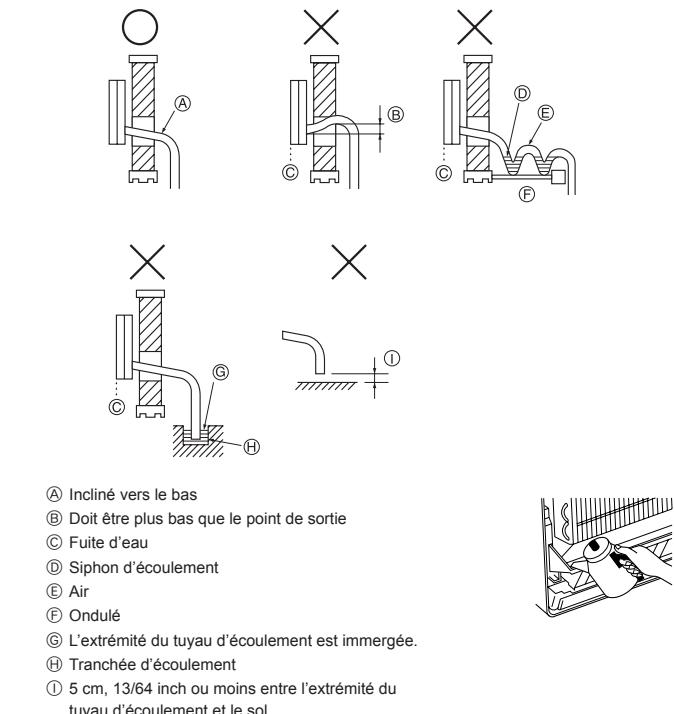

Fig. 4-4
4.3. Mise en place des tuyaux d'écoulement (Fig. 4-4)